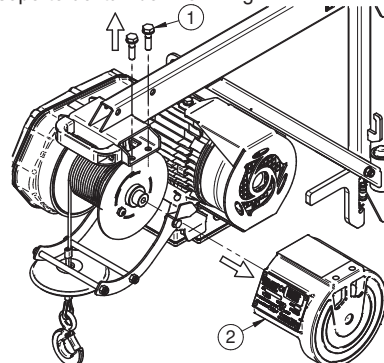

Fig. 4.1
**⚠ - 4) Asegurarse de que la carga esté bien fijada al gancho del elevador y cerrar siempre el seguro (6 Fig. 4.1).**
1) desmontar el tambor desenroscando los 2 tornillos Ref.1 Fig.4.1 y quitando el soporte del tambor Ref.2 Fig 4.1